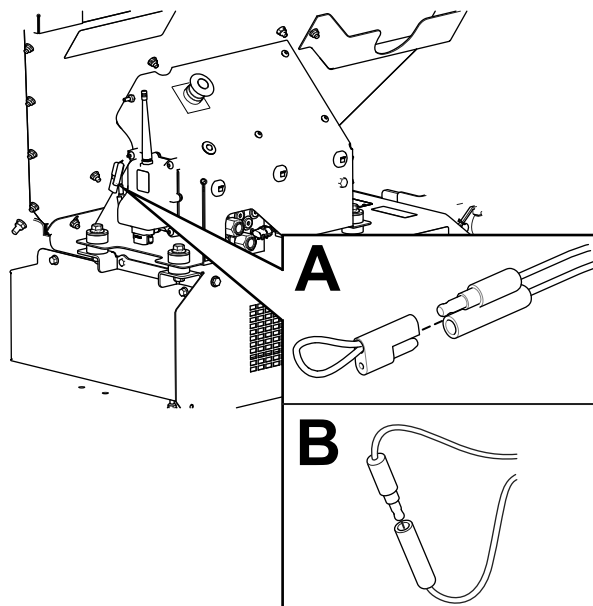

Figura 63
2. Trageți capacul atașat de pe cei 2 conectori de untare de diagnoză (Figura 63, A).
3. Conectați conectorii de untare de diagnoză împreună (Figura 63, B).
2. Deconectai conectorii de alimentare de diagnostic (Figura 63, B).
3. Împingeți capacul atașat pe cei 2 conectori de alimentare de diagnostic (Figura 63, A).